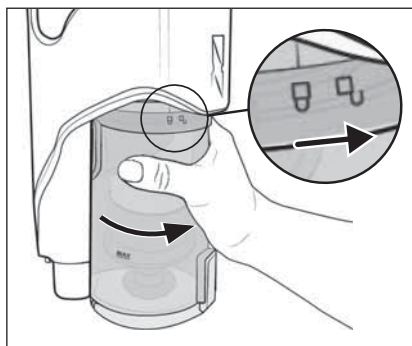

Fig. 25
- 8) Reinscrivere il contenitore di raccolta della polvere ❸ nell'apparecchio e ruotarlo in direzione del simbolo  (chiudere) fino a quando non si innesta saldamente nell'apparecchio (vedere fig. 25).